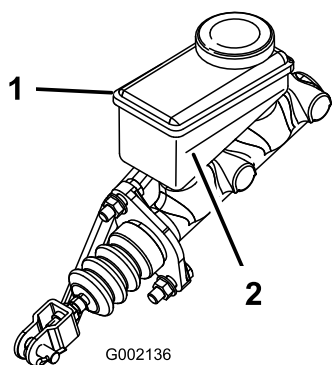

Figura 37
3. Guardando il lato del serbatoio, accertate che il livello del fluido sia superiore alla linea del minimo (Figura 37).